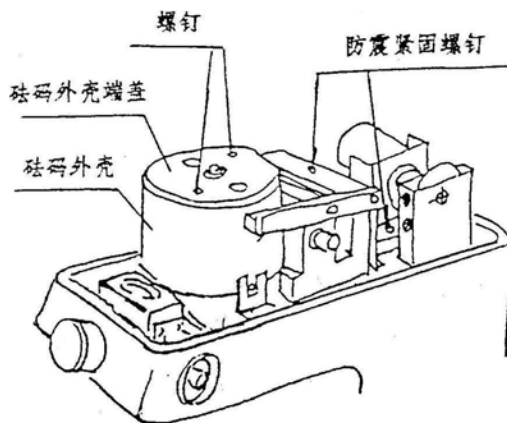

图 2
- 2.4 卸去上盖(10)，旋去 2 个防震紧固螺钉(图 2)。
2.6 旋去砝码外壳上的螺钉(图 2)，卸去端盖，将砝码轴和砝码从附件箱中取出，将六只砝码从小到大套装在砝码轴上。安装时应先擦净砝码轴和砝码，不能使其沾上污物。